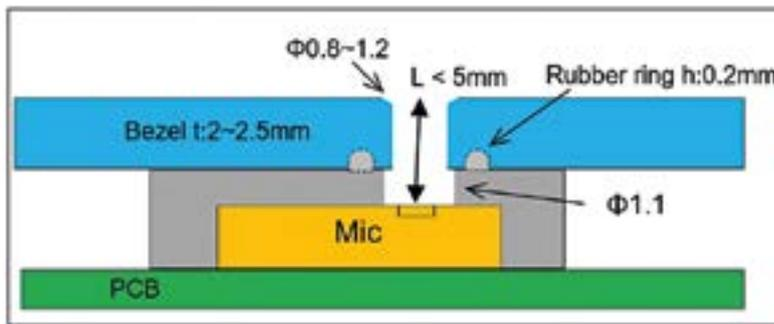

Figura 3. Diseño del soporte de goma y la pantalla de un micrófono.
2. Sensibilidad y frecuencia de micrófono: Los micrófonos en la matriz deben tener respuestas de frecuencia que sean lo más idénticas posible e idealmente diferenciarse entre sí en no más de 1 dB. Esto permite reducir la desviación del cálculo realizado por el DSP. La longitud total del túnel de sonido, a saber, la distancia que el sonido recorre entre el micrófono y el borde superior de la pantalla (Figura 3) no tiene que superar los 5 mm y la frecuencia de resonancia del canal del micrófono no debe ser inferior a los 12 kHz.
4. Sellado del soporte de goma del micrófono: Otro aspecto que puede distorsionar la calidad del sonido es el sellado del soporte de goma del micrófono. Para evitar que el sonido del altavoz interno de un dispositivo atraviese un espacio en el túnel de sonido del micrófono (Figura 3), el soporte de goma y la pantalla del micrófono deben estar bien sellados. Además, el aislamiento de sonido tiene que ser, al menos, de 20 dB SPL (nivel de presión sonora en decibelios).